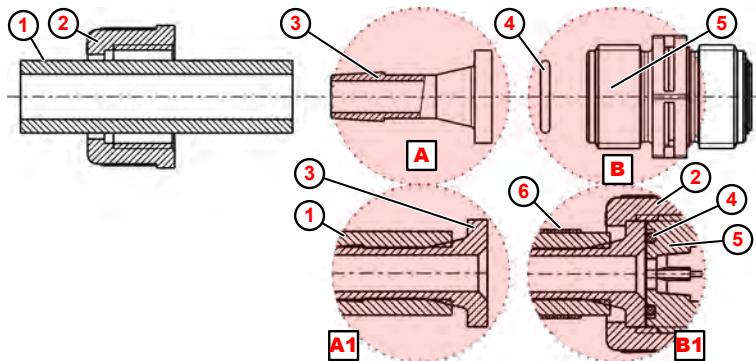

Abb. 9: Rohr- und Schlauchanschluss mit Aufstecknippel und Schlauchschielle
- 1.** Schlauch ( Abb. 9 , ① ) gerade abschneiden.
- 2.** Schlauchschielle ⑥ über Schlauch ① schieben
- 3.** Überwurfmutter ② über Schlauch ① schieben.
- 4.** Schlauch ① bis zum Anschlagbund auf Aufstecknippel ③ schieben (Detail ■ A1 ).
- 5.** O-Ring ④ in Nut von Saug- bzw. Druckventil ⑤ legen.
- 6.** Überwurfmutter ② festziehen.
- 7.** Schlauchschielle ⑥ nach unten schieben und festziehen (Detail ■ B1 ).